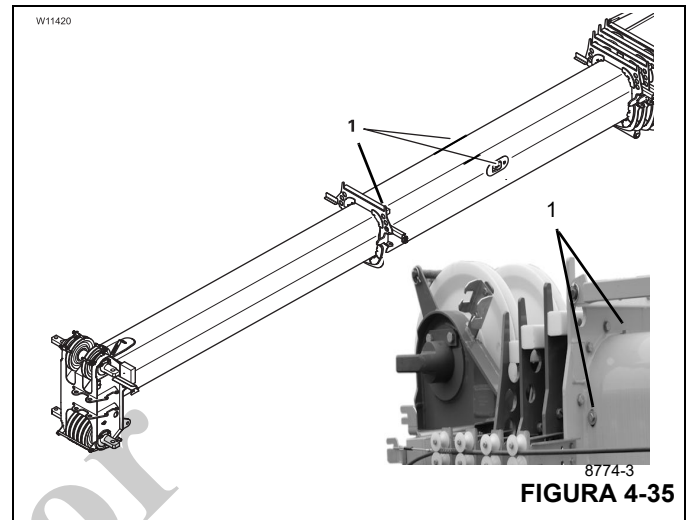

FIGURA 4-35
- Aplique pasta selladora Loctite 243 y apriete los pernos (1, Figura 4-35) con la mano hasta que la arandela esté a 0.5 mm de la pluma. Revise periódicamente para asegurarse que los pernos permanezcan apretados y la arandela gire libremente.